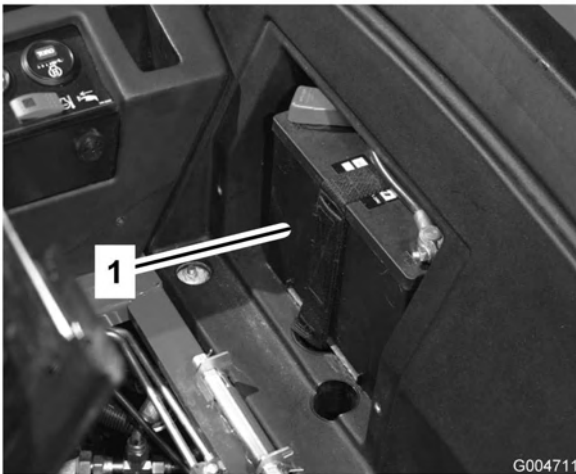

Bild 53
3. Entfernen Sie die Fülldeckel von der Batterie (Bild 53) und füllen Sie jede Zelle langsam mit Säure, bis sie soeben die Platten bedeckt.